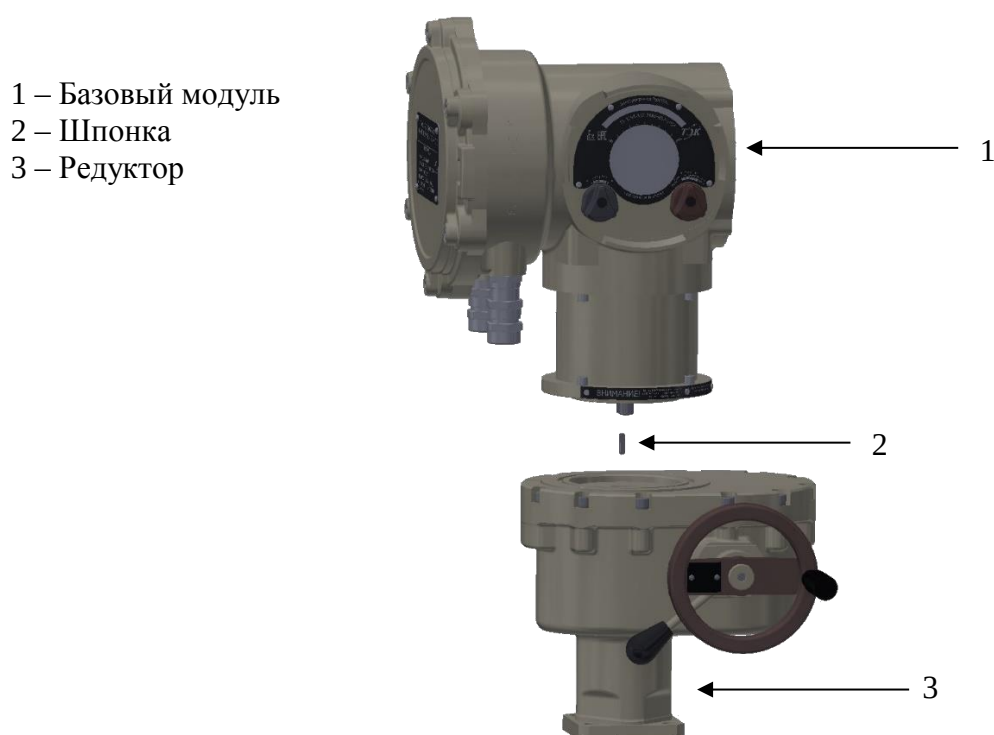

Рисунок 24 – Порядок замены редуктора
- с помощью шпонки (поз.2) Рис.24.
- В случае стыковки с помощью шпонки (рис. 24):